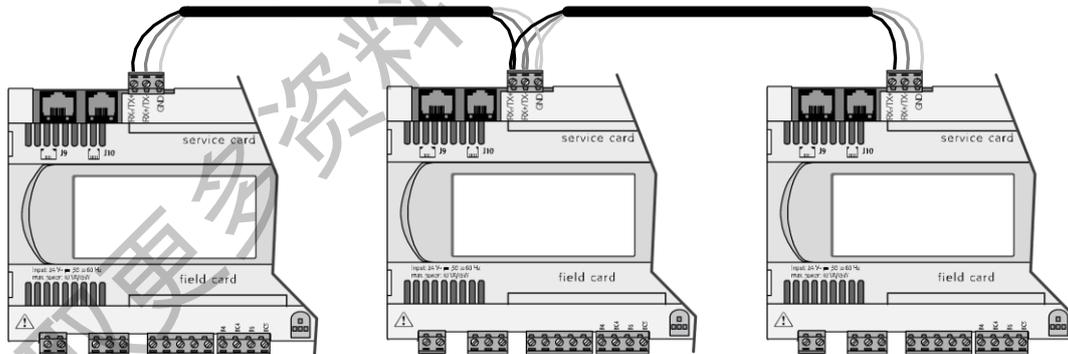

图 5.14 群控网络中控制器连接图
5.3.2.6 图5.14为群控网络中控制器接线图，使用三芯屏蔽线(大于或等于0.75mm²)将控制器J11端口连接,有极性，需正确连接Rx-/Tx-、Rx+/Tx+、GND。控制器之间连线最远距离为500米。